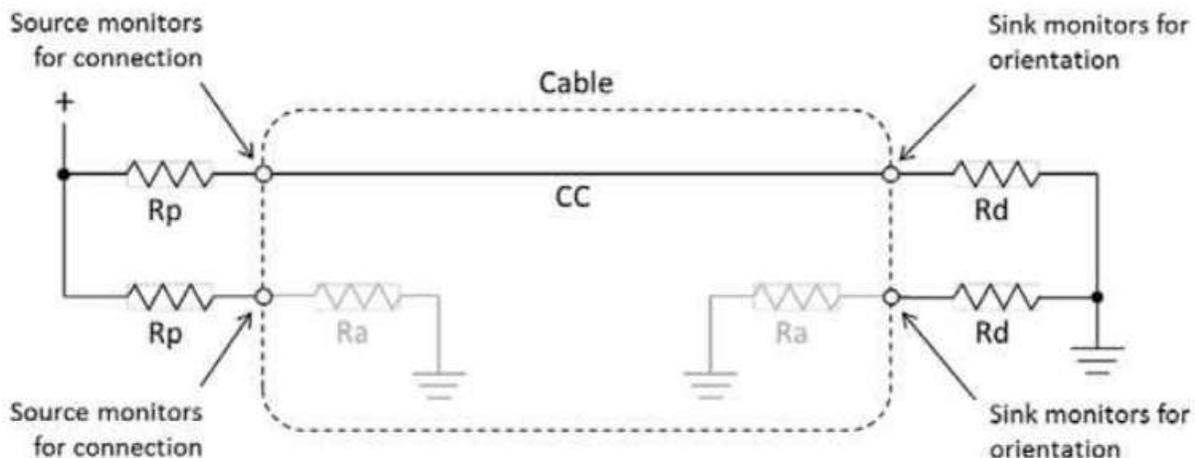

図 3. CC ロジックのプルアップおよびプルダウン終端。(出典: USB Type-C 仕様 v1.2、図 4 および 5 プルアップおよびプルダウン CC モデル)
- **ケーブル検出**は、2 つの CC ラインのどちらかがプルダウンした際に行われます (図 3 を参照)。DFP はその両方の CC ピンを抵抗  $R_p$  でプルアップし、UFP はその両方の CC ピンを抵抗  $R_d$  でプルダウンします。DFP プロセッサがその CC ラインの一方がプルダウンされたことを検出すると、その DFP は、接続が行われたことを認識します。